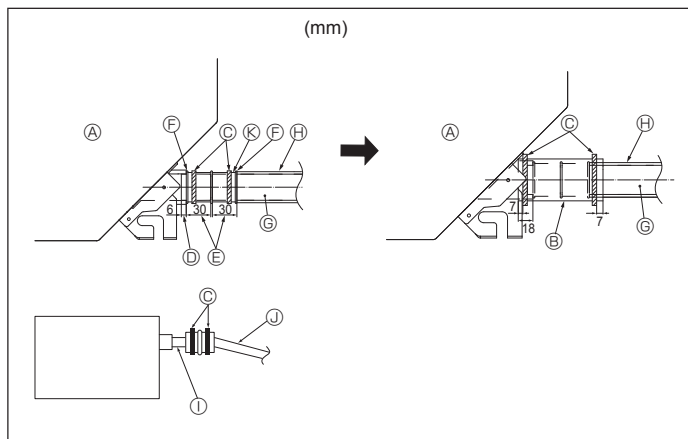

Fig. 5-2
1. Spojite odvod kondenzata (isporučuje se s jedinicom) na odvodni utor. (Fig. 5-2) (Učvrstite vod koristeći se ljepljivom trakom od PVC-a, a zatim je osigurajte obujmicom).